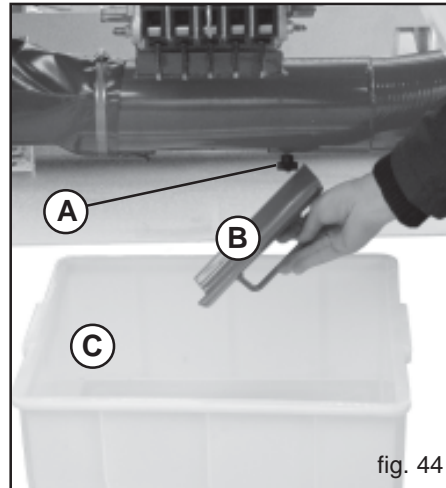
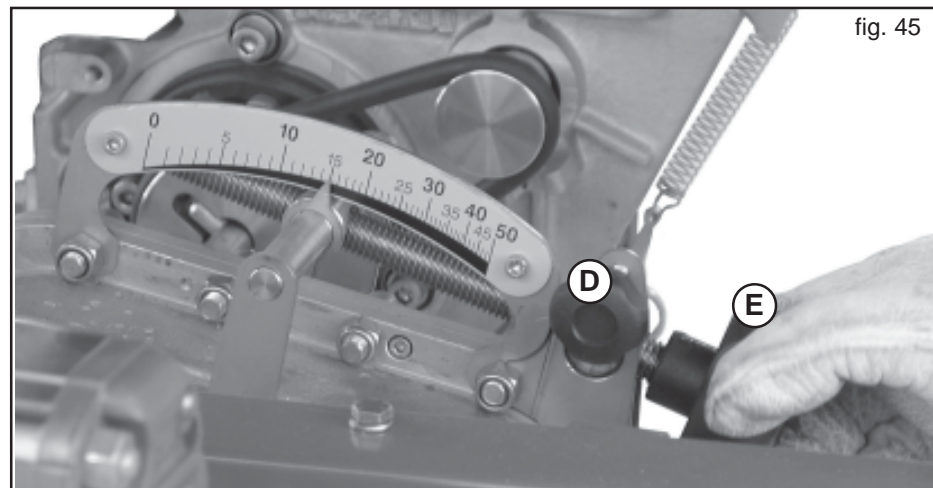

fig. 44
fig. 45
- 2) Aflojar la perilla (A, Fig. 44) y retirar la compuerta (B).
- 3) Coloque la cubeta de recogido debajo de la descarga (C).
- 4) Afloje el tornillo de fijación situado en la regulación del cambio (D, Fig. 45), y luego ponga el indicador graduado en la posición deseada (en función de la cantidad de producto a distribuir) utilizando el pomo de regulación (E, Fig. 45).
- 8) Una vez realizada la prueba de dosificación con resultado positivo, vuelva a apretar el tornillo de fijación de la regulación del cambio (D, Fig. 45).